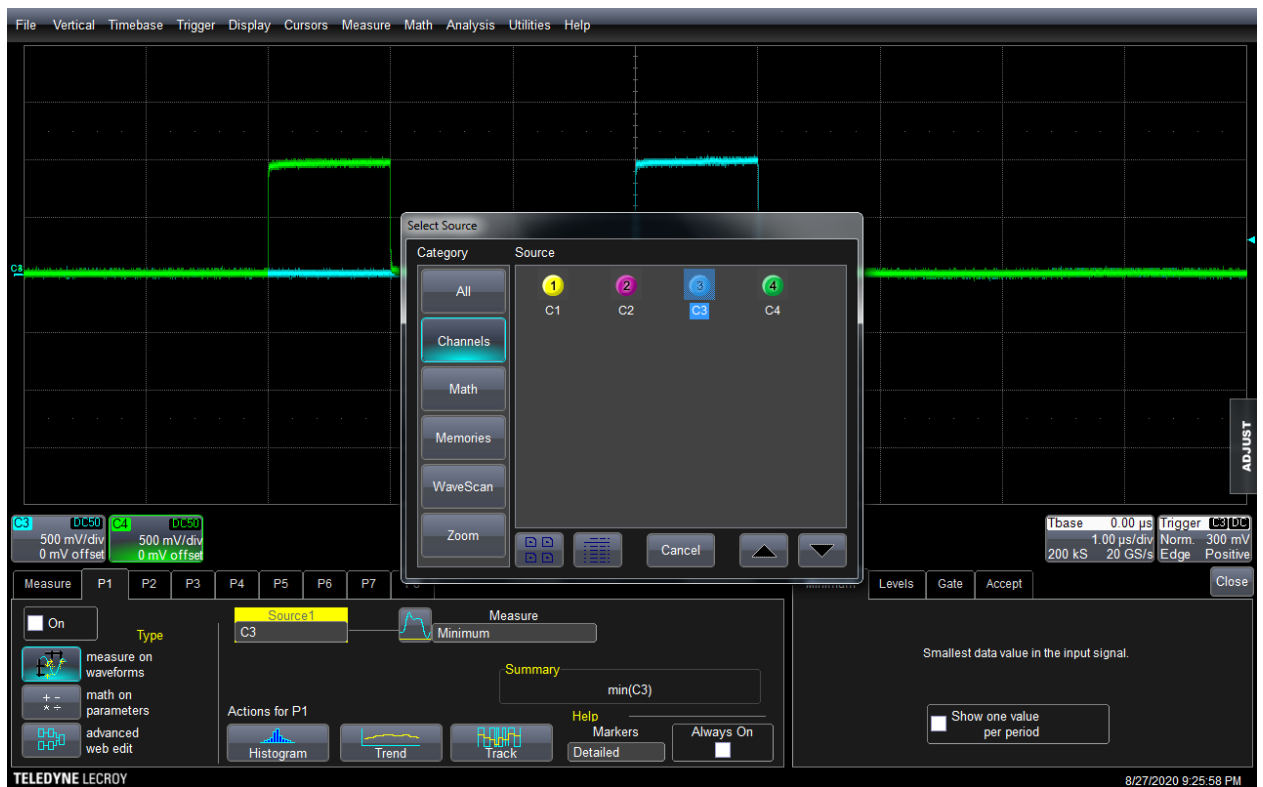

Рис. 9. Работа с осциллографом
4.2. Выбрать вкладку P1 («параметр №1»), выбрать тип «measure on waveforms», в поле «Source1» («источник») выбрать канал C3 (Рис. 9)